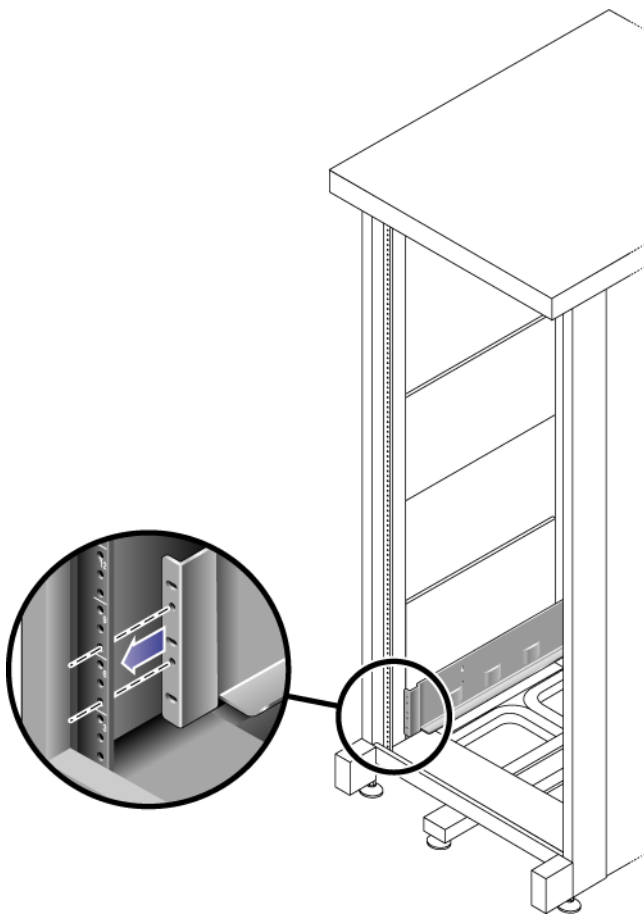

FIGURE 2-15 Mise en place du rail gauche derrière le rail avant gauche
- a. Placez l'avant du rail directement à l'intérieur du rail avant de l'armoire (voir FIGURE 2-15).**